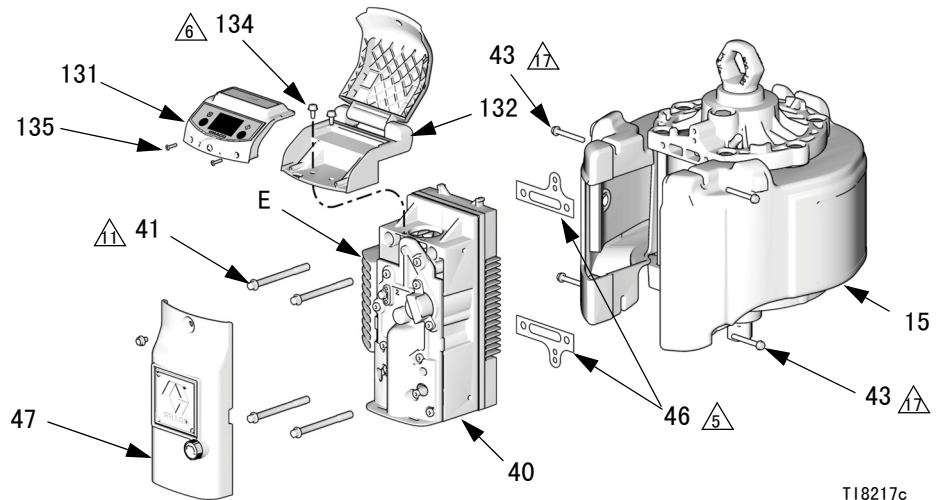

图 9: 卸下空气阀 (所示为带有 DataTrak 模块的型号)
4. 请参见图 9。卸下外阀盖（47）。
- a. **DataTrak 型号:** 卸下两个螺丝 (135)。小心地卸下 DataTrak 模块 (131)，请参见第 14 页。断开防空打电磁阀电缆和传感器电缆与模块控制板的连接。卸下两个螺丝 (134)，小心地将外罩 (132) 从空气阀上推出。
7. 请参见图 9 (第 21 页)。给垫圈 (46) 涂上润滑脂，并确保其与空气阀 (40) 背面的孔对准。安装空气阀。安装螺丝 (41) 并用 27.1 牛·米 (20 英尺磅) 的扭力拧紧。用手拧入螺丝 (43)，然后将其完全拧紧在消声器 (15) 上。
- ① 涂上高质量锂基黄油。
- ② **重要信息：**不要长时间扭曲弹簧 (S)。弹簧必须与活塞 (119) 完全贴紧以防止干扰。
- ⑤ 用 14.7 牛·米 (180 英尺-磅) 的扭力拧紧。
- ⑦ 用手拧入，然后用 28.5-31.1 牛·米 (21-23 磅英尺) 的扭力拧紧。